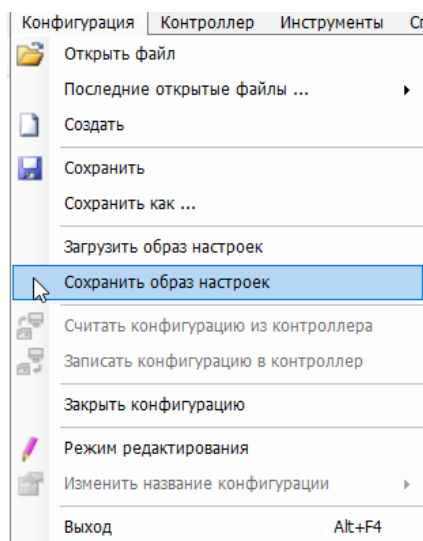

Рисунок 89 – Сохранение образа настроек
- выберите в главном меню «Конфигурация» → «Сохранить образ настроек» (см. рисунок 89);